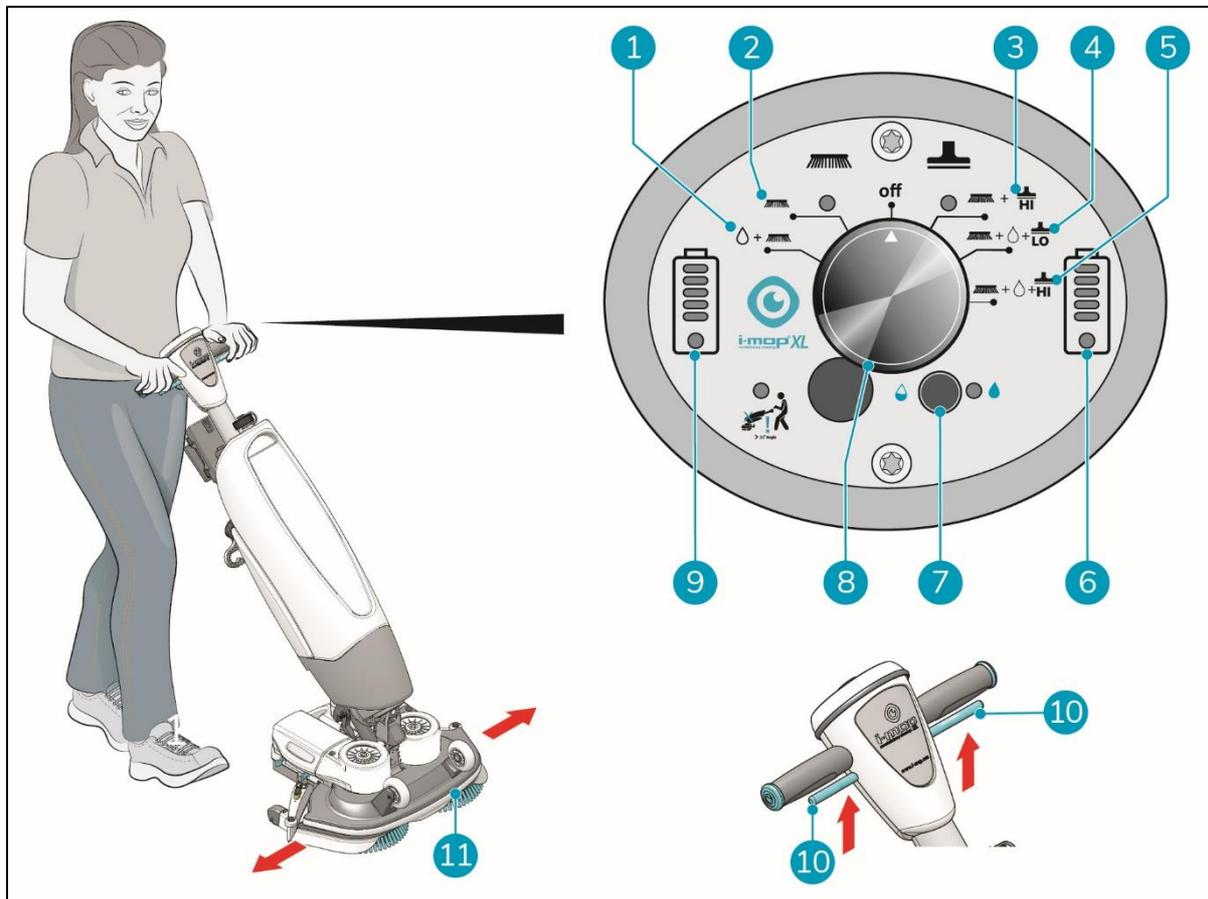

Abbildung 22
4. Stellen Sie sich hinter den i-mop® XXL Pro. Wählen Sie Ihren Reinigungsmodus über den Hauptschalter (Abbildung 22, Pos. 7). Damit schalten Sie auch den i-mop XXL Pro ein. Sie können die Optionen einzeln oder kombiniert auswählen.
- MODUS 1: Bürste + Wasser/Reinigungslösung (Abbildung 22, Pos. 1).
- MODUS 2: Nur Bürste (Abbildung 22, Pos. 2).
- MODUS 3: Bürste + Vakuum (Abbildung 22, Pos. 3).
- MODUS 4: Bürste + Wasser/Reinigungslösung + Lo-Vakuum (Abbildung 22, Pos. 4).
- MODUS 4: Bürste + Wasser/Reinigungslösung + Hochvakuum (Abbildung 22, Pos. 5).
6. Drücken Sie den Abzug am Griff (Abbildung 22, Pos. 10). Dadurch wird auch der i-mop® XXL gestartet.
9. Drehen Sie den Griff vorsichtig nach links oder rechts, um das Bürstendeck zu bewegen (Abbildung 22, Pos. 11).
10. Loslassen des Auslösers (Abbildung 22, Pos. 10) wird der i-mop XXL Pro sofort angehalten. Der Saugmotor wird nach 3 Sekunden angehalten.